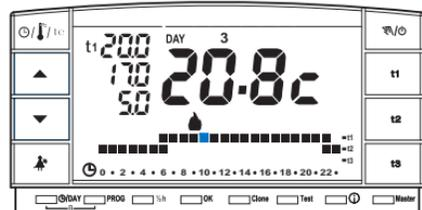

Abb. 6
- Auf dem Display erscheinen: die Ziffer des aktuellen Tags, die Raumtemperatur und die Temperaturskala für 24 Stunden, gemäß Programm, wobei das Digit der aktuellen Stunde blinkt (Beispiel in Abb. 6).